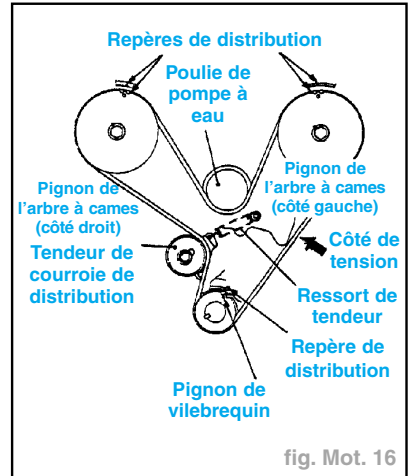

fig. Mot. 16
- Aligner les repères du pignon de l'arbre à cames (sur les côtés droit et gauche) et du pignon de vilebrequin. (Au point mort haut de la course de compression n°1) (fig. Mot. 16).